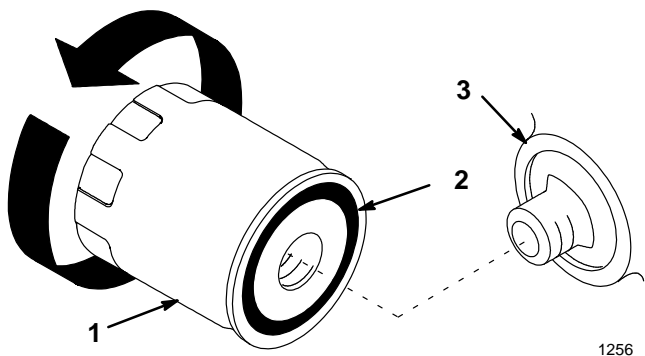

Abbildung 18
3. Eine dünne Schicht neues Öl auf die Gummidichtung am Austauschfilter geben (Abb. 18).
4. Den Austausch-Ölfilter am Filteradapter anbringen. Den Ölfilter im Uhrzeigersinn drehen, bis die Gummidichtung den Filteradapter berührt. Dann den Filter um eine weitere 1/2 Umdrehung anziehen (Abb. 18).